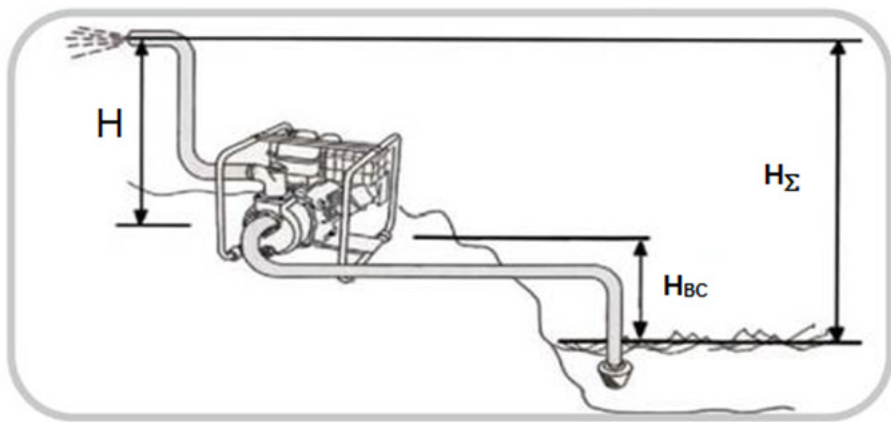

Рис. 1 Основные характеристики мотопомпы
**Максимальный напор  $H$  (геометрическая высота нагнетания), м** – высота, на которую можно поднять воду при стремящейся к нулю производительности насоса (Рис.1).
**Общая высота подъема  $H_{\Sigma}$ , м** – высота, на которую можно поднять воду с уровня воды в водоеме до высоты, соответствующей максимальному напору (Рис.1).